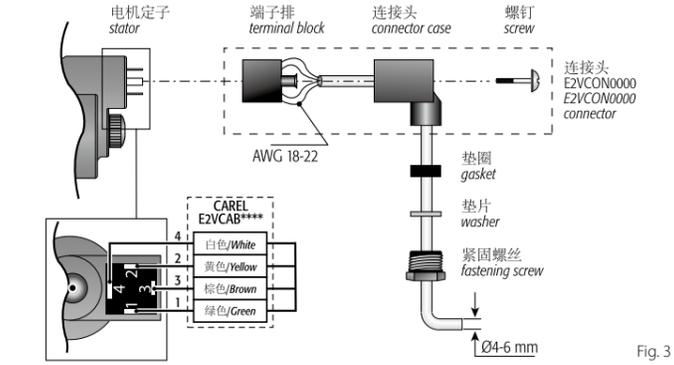

Fig. 3
7. collegare il connettore già cablato al motore passo passo nel relativo alloggiamento e serrare le vite con coppia di serraggio 0,5 Nm seguendo le indicazioni in Fig.3. Collegare a questo punto l'estremità quadrifilare del cavo nei relativi morsetti del Driver CAREL EVD*** o relativo controllo omologato CAREL ed impostare i parametri secondo il set riportato nella tabella sottostante.
Collegare un connettore costampato IP67 (E2VCAB****) a cui mappatura è 1 Verde, 2 Giallo, 3 Marrone, 4 Bianco. Alternativamente collegare un cavo quadrifilare al connettore a cablare IP65 (E2VC0N0000) secondo lo schema in Fig. 3: il connettore è di tipo standard DIN 43650. Per cablare il connettore E2VC0N0000 si consiglia l'utilizzo di cavi AWG18-22 con un diametro esterno da 4 a 6 mm per consentire un'adeguata presa della guarnizione esterna. Successivamente collegare le quattro fasi motore al vostro dispositivo driver in modo che la fase n°1 della E⁵V, E⁶V, E⁷V corrisponda al morsetto n°1 del driver e così via. Attenzione: la fase n°4 è indicata sullo statore valvola con il simbolo di terra. Sono disponibili cavi schermati opzionali (E2VCAB5***) per applicazioni in accordo alla direttiva 2004/108/EC e successive modifiche.
7. Connect the pre-wired connector to the socket on the stepper motor and tighten the screw, applying a force of around 0.5 Nm, following the instructions shown in Fig. 3. Then connect the four-pin end of the cable to the corresponding terminals on the CAREL EVD*** driver or other approved CAREL controller, and set the parameters according to the values shown in the table below.
Connect an IP67 co-moulded connector (E2VCAB****) with mapping 1 Green, 2 Yellow, 3 Brown, 4 White. Alternatively, connect a four-wire cable to the IP65 connector (E2VC0N0000) as shown in the diagram in Fig. 3: this is a standard DIN 43650 connector. To wire the E2VC0N0000 connector, use AWG18-22 cables with an outside diameter from 4 to 6 mm to ensure suitable grip of the cable gland. Then connect the four motor phases to the driver, so that phase 1 on the E⁵V, E⁶V corresponds to terminal 1 on the driver, and so on. Important: phase 4 is indicated on the valve stator by the earth symbol. Optional shielded cables are available (E2VCAB5***) for applications in accordance with directive 2004/108/EC and subsequent amendments.
- Raccorder le connecteur câblé au moteur pas à pas dans le logement correspondant et serrer la vis avec un couple de 0,5Nm en suivant les indications de la Fig. 3. Connecter ensuite l'extrémité quadri-polaire du câble aux bornes correspondantes du Driver CAREL EVD*** ou du régulateur homologué CAREL et configurer les paramètres selon la valeur reprise au tableau ci-dessous.
Connecter un connecteur moulé IP67 (E2VCAB****) dont la topographie est 1 Vert, 2 Jaune, 3 Marron, 4 Blanc. Connecter alternativement un fil quadri-polaire au connecteur à câbler IP65 (E2VCON0000) selon le schéma à la Fig.3: le connecteur est de type standard DIN 43650. Pour câbler le connecteur E2VCON0000 on conseille d'utiliser des fils **AWG18-22 d'un diamètre externe de 4 à 6 mm** pour permettre une prise adaptée de la garniture externe. Successivement brancher les quatre phases moteur à l'autre dispositif driver de façon que la phase n°1 de l'E6V, E7V corresponde à la borne n°1 du driver et ainsi de suite. **Attention: la phase n°4 est indiquée sur le stator du détendeur avec le symbole de la terre.** Des câbles blindés sont disponibles en option (E2VCABS**) pour des applications conformément à la directive 2004/108/EC et modifications successives.